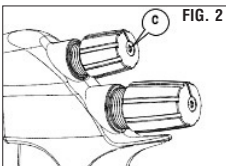

FIG. 2
ATENCIÓN: cuando coloque nuevamente la tuerca (6) en la regulación (B), y antes de apretar el tornillo avellanado T10 (C), compruebe que la tuerca (6) esté apretada hasta cubrir completamente el lado de la tuerca hexagonal de la regulación (Fig. 2).